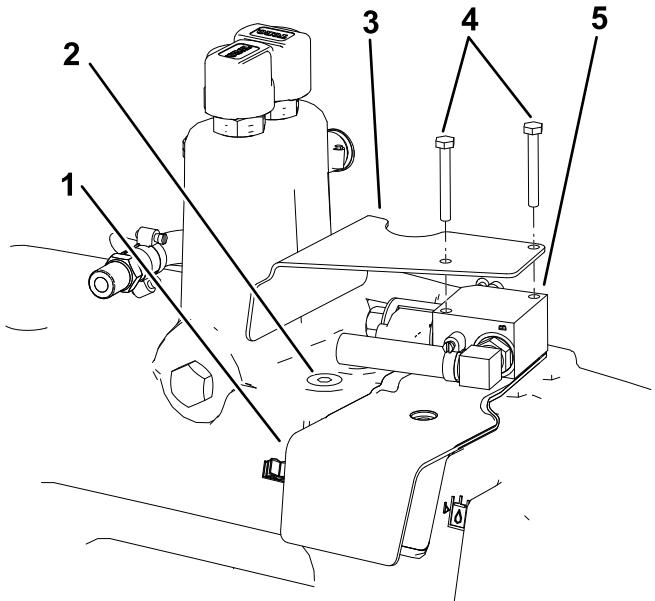

図 8
5. 90°ビード付きの油圧フィッティングをメイン油圧タンクに取り付ける図 8。